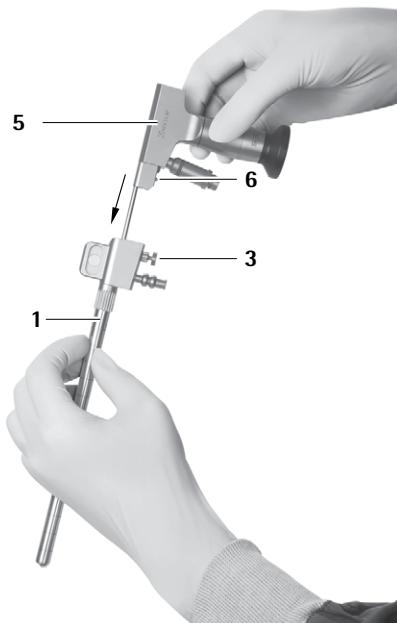
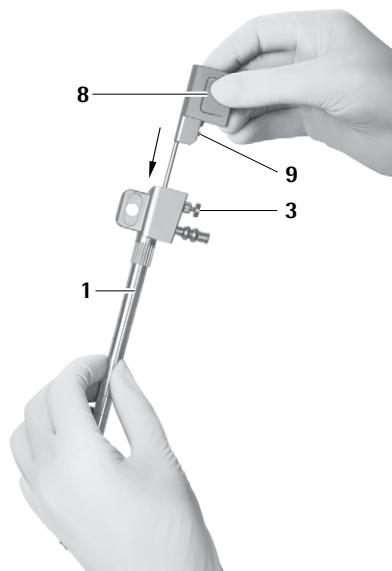

Fig. 14
Fig. 15
- ▶ Säkerställ därvid att låsbulten 6 till endoskopet 5 resp. låsbulten 9 till obturatori för optikkanalen 8 finns på samma sida som upplåsningsknappen 3 till MINOP InVent-troakaren 1, se Fig. 14 och se Fig. 15.